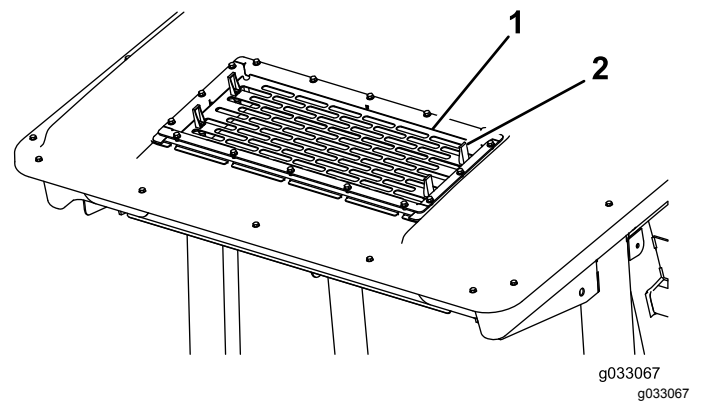

Figure 56
- Soulevez les 4 languettes sur la grille de climatisation (Figure 56) et déposez la grille du sommet de la cabine.